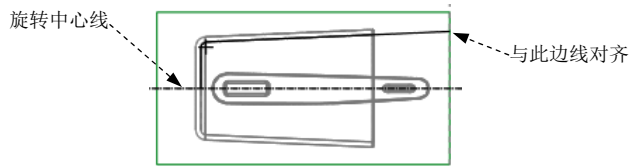

图 7.7 截面草图
- (1) 单击 **分型面** 功能选项卡 **形状** 区域中的 **旋转** 按钮。系统弹出“旋转”操控板。
- (2) 在绘图区域右击，从系统弹出的菜单中选择 **定义内部草绘...** 命令；然后选择 MOLD_FRONT 基准平面作为草绘平面，草绘平面的参考平面为 MAIN_RIGHT 基准平面，方位为 **左**；单击 **草绘** 按钮，至此系统进入截面草绘环境。
- (3) 绘制截面草图。
- ① 将模型切换到线框模式下。在“模型显示”工具栏中单击“线框显示”按钮 **线框**。
- ② 在绘图区右击，在系统弹出的快捷菜单中选择 **参考(R)...** 选项。选取 MOLO_RIGHT 基准平面和 MOLD_PARTING_PLN 基准平面为参考，单击 **关闭(C)** 按钮。
- ③ 绘制图 7.7 所示的截面草图（用“投影”的方法绘制截面草图；截面图形不封闭）。完成后，单击“草绘”操控板中的“确定”按钮 **✓**。
- (4) 在操控板中选取深度类型 **U**（即“定值”），输入旋转角度值 360。
- (5) 在“旋转”操控板中单击 **✓** 按钮。